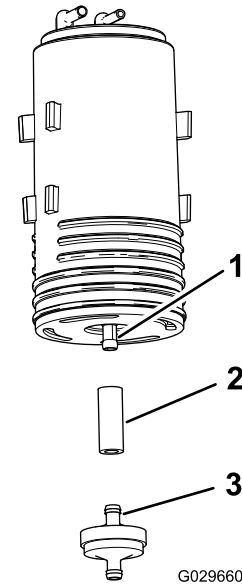

图 51
4. 从旧碳罐的下接头卸下碳罐过滤器和短段软管 图 51。
5. 将软管安装到新碳罐的下接头 图 51。
6. 将新碳罐过滤器的接头插入软管 图 51。